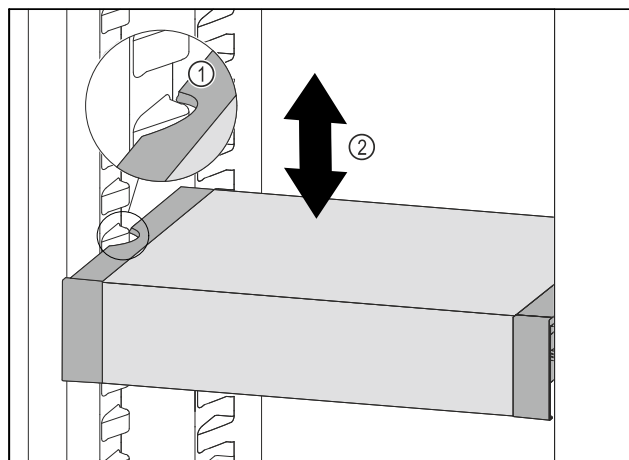

Fig. 126
- Изтеглете VarioSafe напред, докато страничните прорези на VarioSafe се намират на височината на ребро на съда в хладилната част. Fig. 126 (1)
- Преместете VarioSafe нагоре или надолу в хладилната част, докато се достигне желаната височина. Fig. 126 (2)